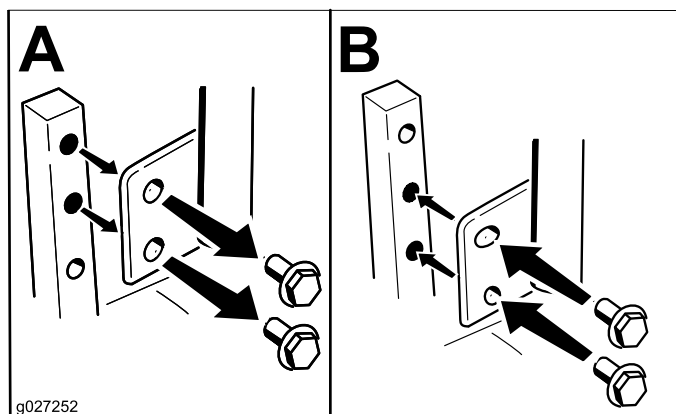

Figura 20
Le leve di controllo del movimento possono essere alzate o abbassate, per il maggiore comfort dell'operatore (Figura 20).
2. Allentate il bullone inferiore appena a sufficienza per ruotare la leva di controllo in avanti o all'indietro (Figura 20). Serrate entrambi i bulloni per fissare il controllo nella nuova posizione.